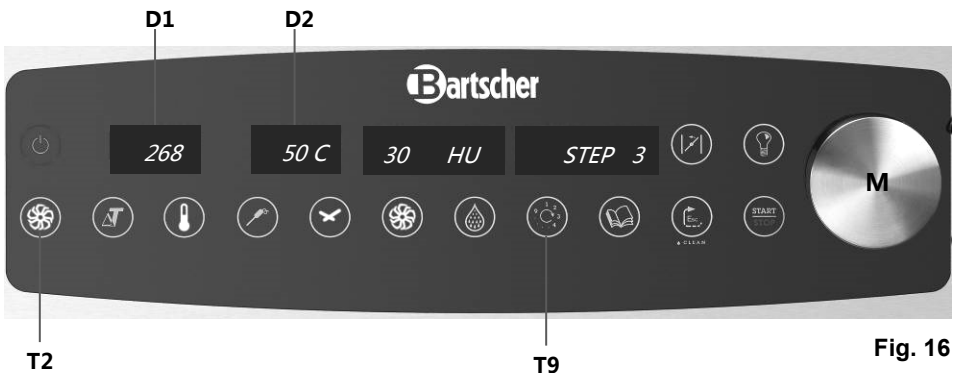

Fig. 16
Después de introducir los parámetros de la primera fase de cocción, como se describe en las secciones anteriores, presione la tecla **T9** (Fig. 16) y gire el interruptor rotativo **M** en sentido horario. El campo **D4** (Fig. 16) muestra la segunda fase de cocción **STEP 2**.
Pulse la tecla **T2** (Fig. 16) para confirmar la programación de la siguiente fase de cocción.
**Nota:** Cuando se pasa a la siguiente fase de cocción, parpadea la tecla **T2** (Fig. 16) hasta que sea pulsada. El parpadeo de la tecla indica que la fase de cocción no se ha programado, por lo tanto el aparato no puede realizarla.